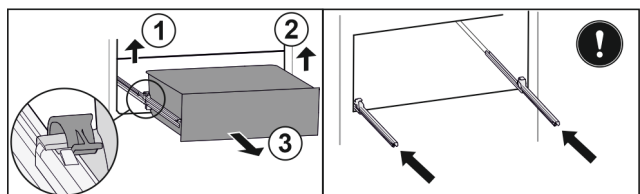

Fig. 129
- ▶ Linker klem optillen en gelijktijdig lade links naar voren trekken. *Fig. 129 (1)*
- ▶ Rechter klem optillen en gelijktijdig lade rechts naar voren trekken. *Fig. 129 (2)*
- ▶ Lade naar voren toe verwijderen. Fig. 129 (3)